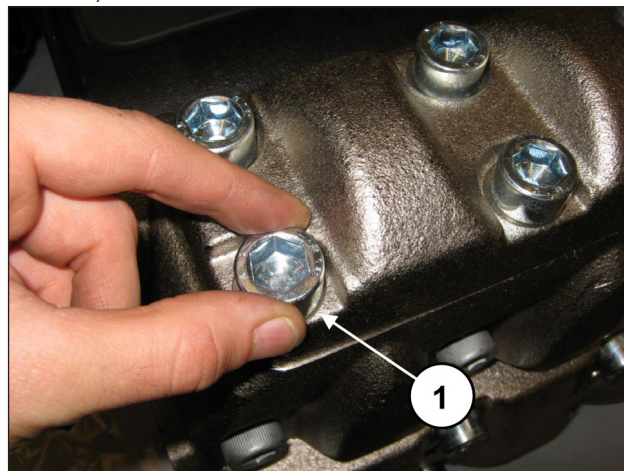
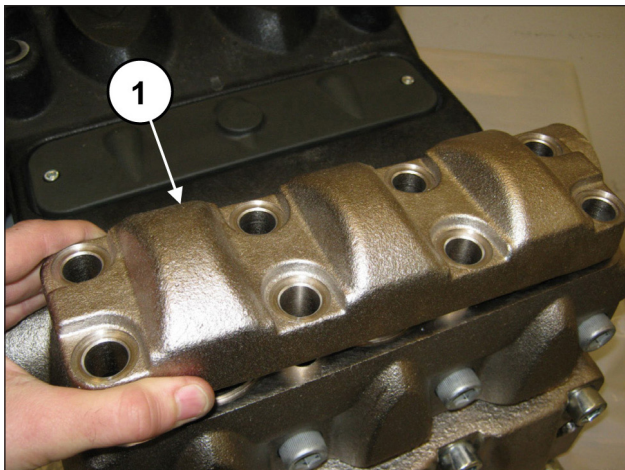

Abb. 135
Abb. 136
Lösen Sie die 8 Schrauben M16x45 des Druckventildeckels (Pos. ①, Abb. 135) und nehmen Sie den Deckel ab (Pos. ①, Abb. 136).